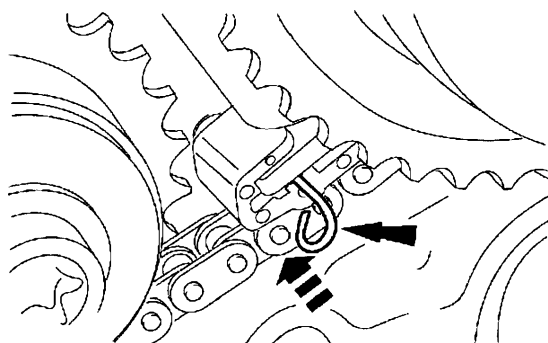

图 15-16 在右侧次级正时链条张紧器内插入限位销
17) 压缩右侧次级正时链条张紧器并插入限位销，如图 15-16 所示，使张紧器固定在压缩位置。